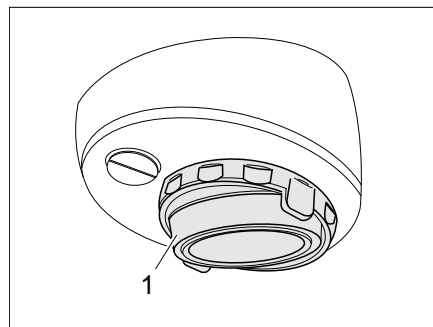

Bild 180 Halogenaufbauleuchte (schwenkbar)
- Abdeckung (Bild 180,1) mit einem geeigneten Werkzeug (z. B. Schraubendreher) aushebeln und abnehmen.